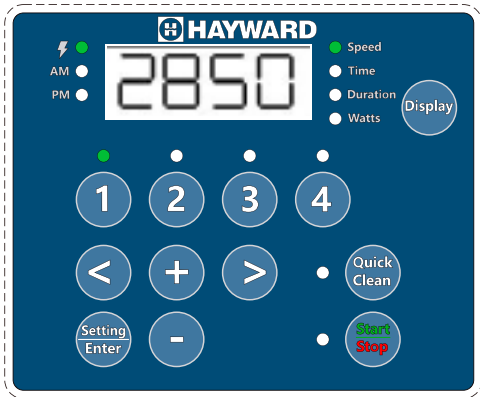

Abbildung 3
2. Drücken Sie die 1-Taste: Beim Editieren blinken die LED über der 1 und die LED neben Speed (Drehzahl) Siehe Abbildung 3.